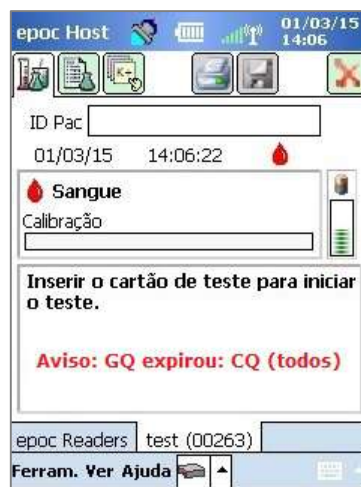

Fig. 40.
- Durante o período de tolerância, é apresentado um aviso de cada vez que uma análise ao sangue é executada, indicando que o agendamento expirou (Fig. 40).